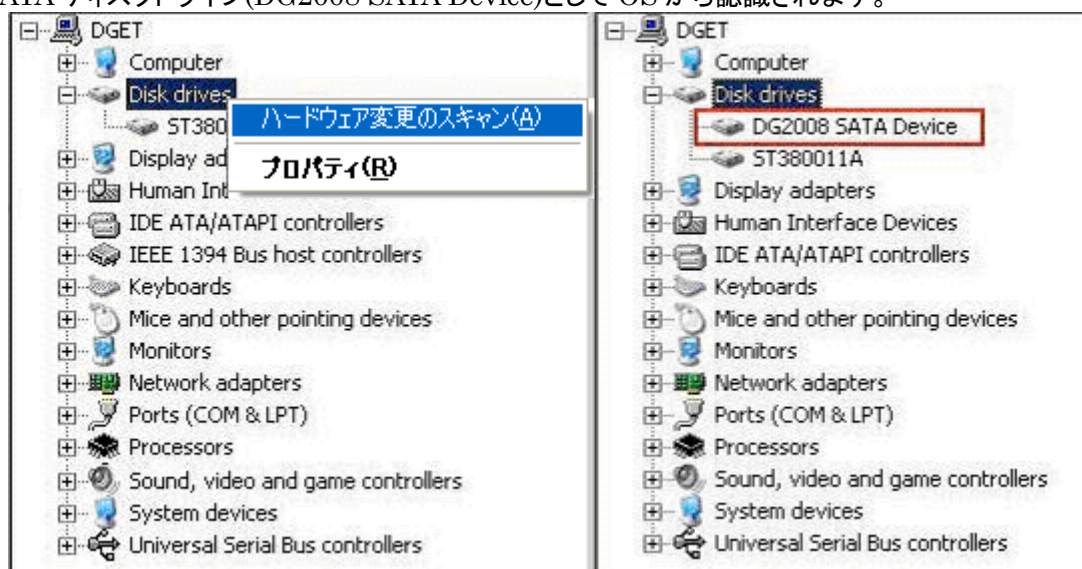

図 7: WindowsXP のデバイスマネージャ画面
- WindowsXP のデバイスマネージャを開いてディスクドライブのメニューを右クリックし、図 7 のように”ハードウェア変更のスキャン(A)”を実行してください。